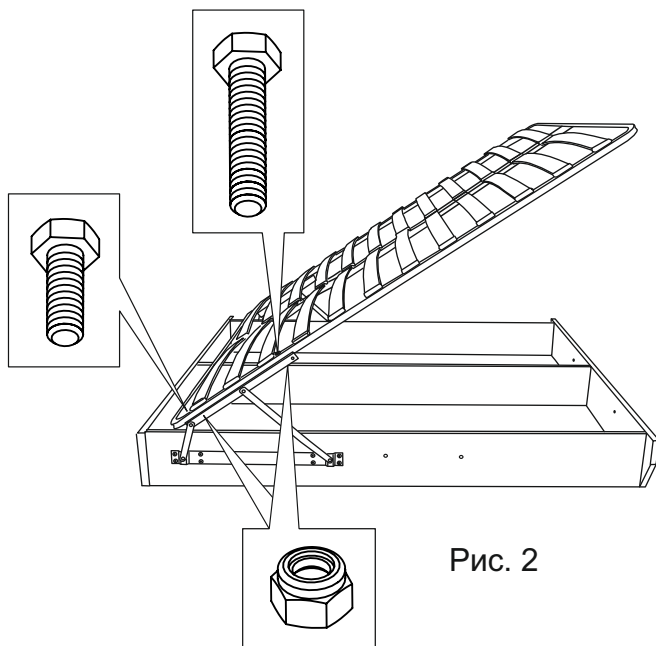

Рис. 2
2. На кронштейны установить ортопедическое основание и наживить при помощи болтов М10х40, М10х20 и гаек М10. Опустить ортопедическое основание на каркас и выровнять основание относительно продольных и поперечных царг каркаса. Затянуть гайки при помощи ключей на 17 до упора. (рис. 2).